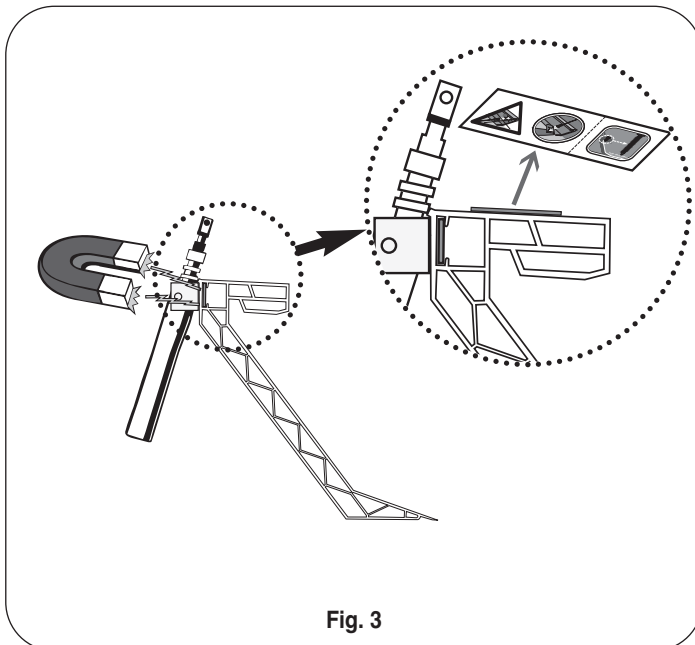

Fig. 3
- The spindle or motor must always be fixed on the side, provided with a metal insertion (see fig. 3). This is the side of the sticker.
- Während der Montage von einem Spindel oder Motor, soll dieser immer auf der Seite versehen von einer Metallinsertion, montiert werden (siehe Bild 3). Es handelt sich um die Seite mit dem Aufkleber.